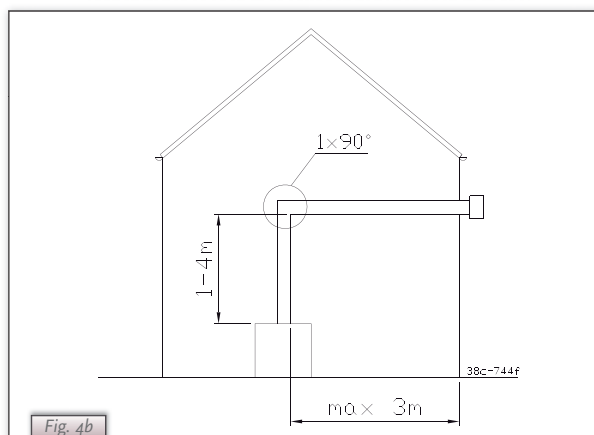

Fig. 4b
- ➡ Bij toepassing van minimaal 1 meter t/m maximaal 4 meter verticale pijplengte mag de totale horizontale pijplengte maximaal 3 meter bedragen (exclusief geveldoorvoer; zie Fig. 4b).
c) minimaal 1 meter en maximaal 4 meter verticale pijplengte in combinatie met een 90° bocht en maximaal 3 meter horizontale pijplengte en een muurdoorvoer (zie Fig. 4b).